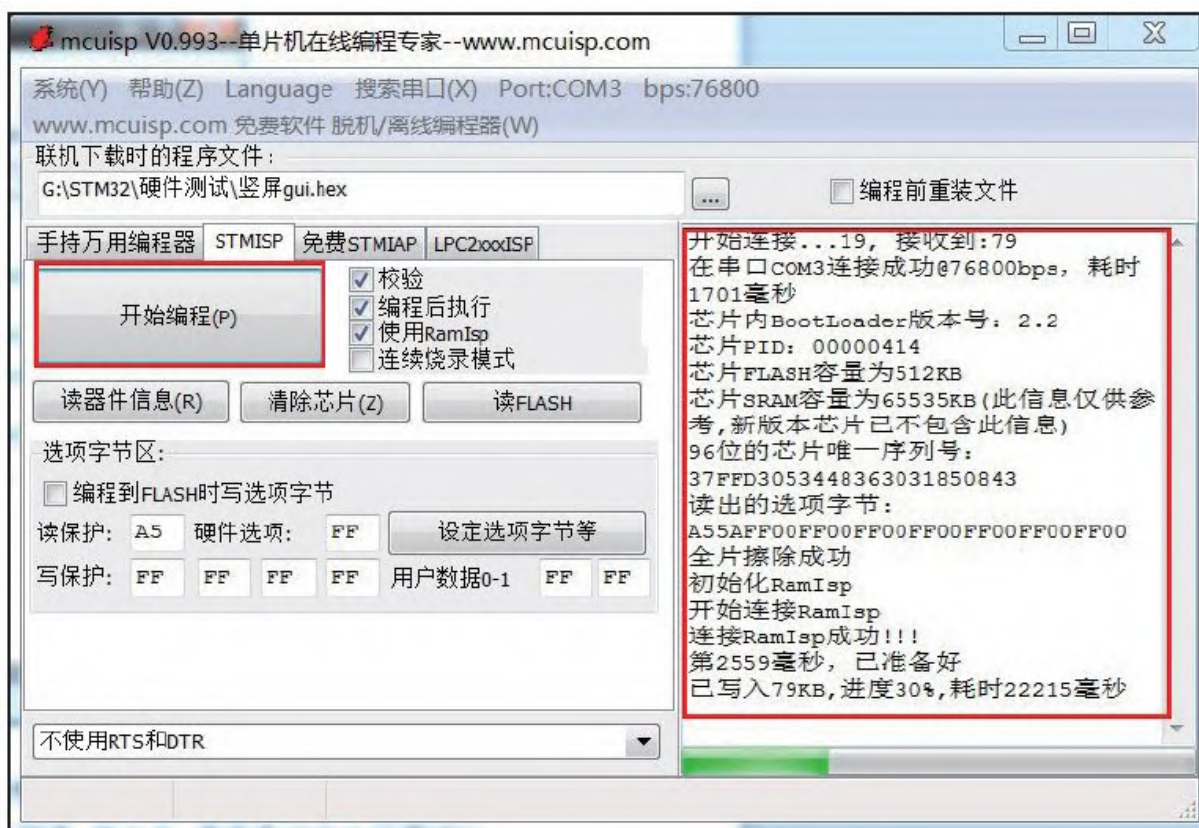

图 3-41 ISP下载程序
5) 点击“开始编程”按钮，如果程序下载成功后则会打印出如图3-41所示右侧框中的信息。